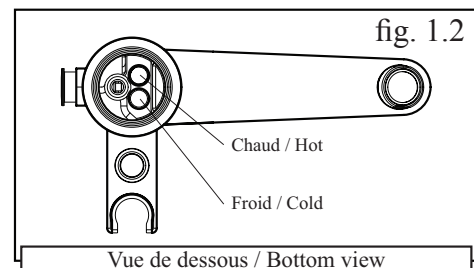

fig. 1.2
*Important :* Le tuyau ayant une identification rouge se connecte à l'eau chaude et l'autre à l'eau froide (fig. 1.2).
*Important :* The supply hose with a red identification should be connected to the hot water supply and the other on cold water (fig. 1.2).